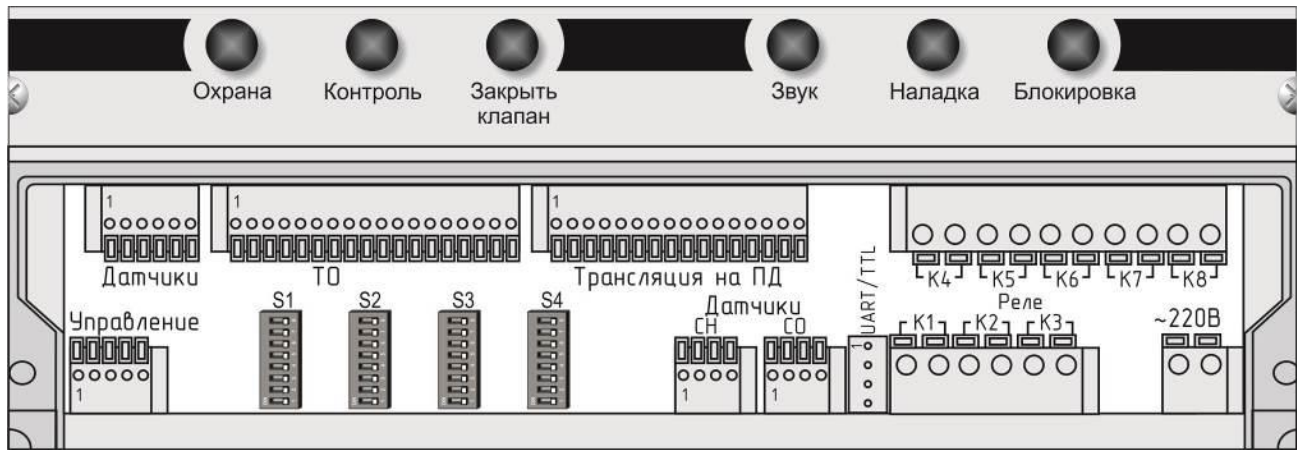

Рисунок 9 – Внешний вид клеммного отсека.
3.3.3 Выполнить конфигурирование блока БСУ-К в зависимости от требований к системе. Конфигурирование производится группами переключателей S1 ... S4, расположенными в клеммном отсеке (см. рисунок 9) в соответствии с таблицей 4.